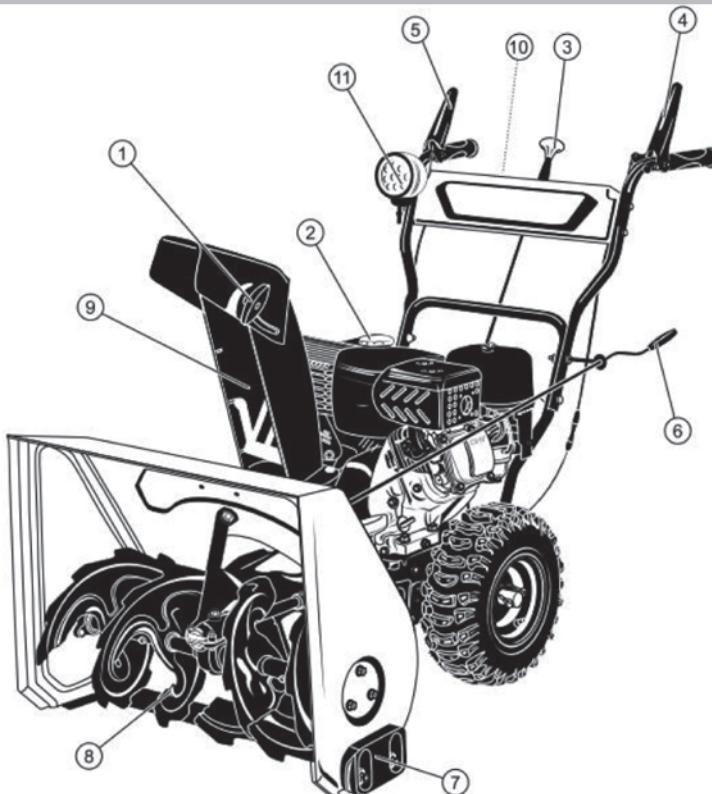
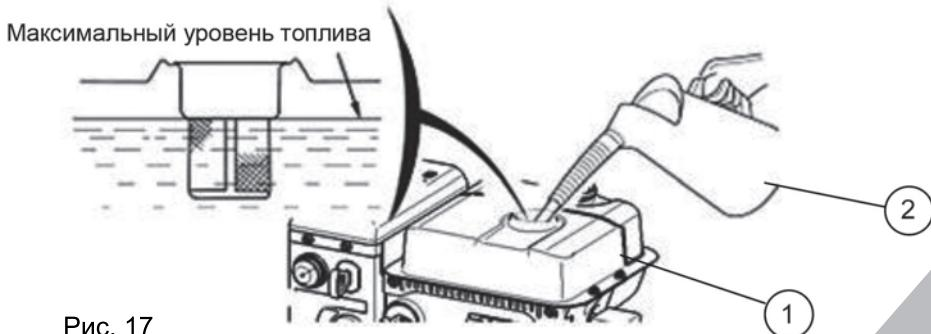

Рис. 1
Рис. 17
Открутите крышку бензобака 2 (Рис. 1). Под крышкой расположен сетчатый фильтр, который препятствует попаданию мусора в бензобак при заливке топлива. Залейте в бензобак 1 (Рис. 17) топливо (бензин АИ92) до необходимого уровня. Заливать топливо в бензобак необходимо через воронку, или из специальной канистры с удлиненной горловиной (поз. 2, рис. 17). После дозаправки надежно закрутите крышку бензобака.
- Убедитесь, что рычаги привода колес и шнека 4 и 5 (Рис. 1) не нажаты (не заблокированы).